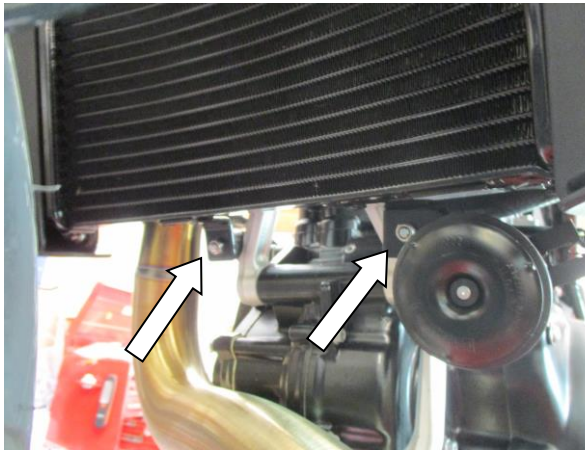

Abbildung 1
- Entfernen Sie die zwei Muttern unten am Kühler (in Abbildung 1 gekennzeichnet) und die Hupe vorsichtig von der rechten Schraube entfernen.